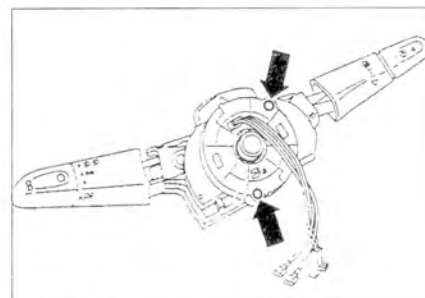

Рис. 7.6. Ослабьте болты крепления (стрелки).
9. Ослабьте болты крепления (стрелки) (рис. 7.6).